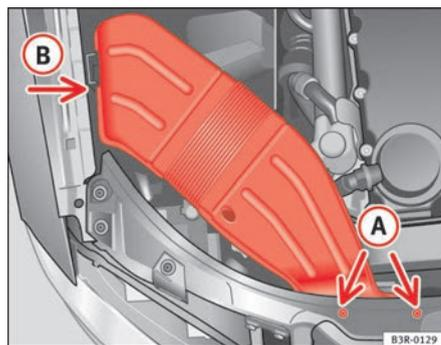

Fig. 210 Conducción de ventilación en el lado derecho del vehículo
- Desenrosque los tornillos **A** ⇒ fig. 210.